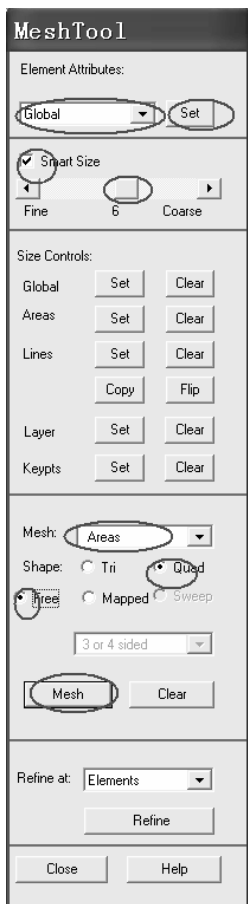
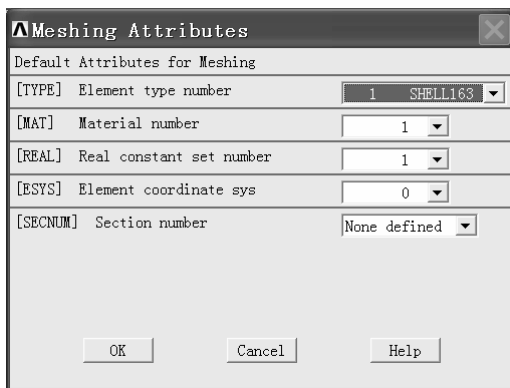

图 3-90 “MeshTool”窗口
图 3-91 “Meshing Attributes”窗口
(9) 依次选择 Main Menu>Preprocessor>Meshing>MeshTool, 弹出“MeshTool”窗口(见图 3-90), 在“Element Attribute:”下的方框中选择“Global”, 然后单击该方框后的“Set”按钮, 弹出“Meshing Attributes”窗口(见图 3-91)。在“Meshing Attributes”窗口中“Element type number”后的方框中选择“1 SHELL163”, 在“Material number”后的方框中
(10) 选中“MeshTool”窗口中的“Smart Size”(见图 3-90)，再拖动“Smart Size”下边水平滑动按钮，直到水平滑动按钮下面出现数字“6”为止。该操作是用来自动确定单元网格大小的。当水平滑动按钮下面的数字越大时，单元的尺寸也越大。在“Mesh 按钮”后的方框中选择“Areas”；在“Shape:”后选中“Quad”，再选中“Free”，单击“Mesh”按钮弹出“Mesh Areas”窗口(见图 3-92)。单击“Pick All”按钮，矩形板完成单元网格划分(见图 3-93)。